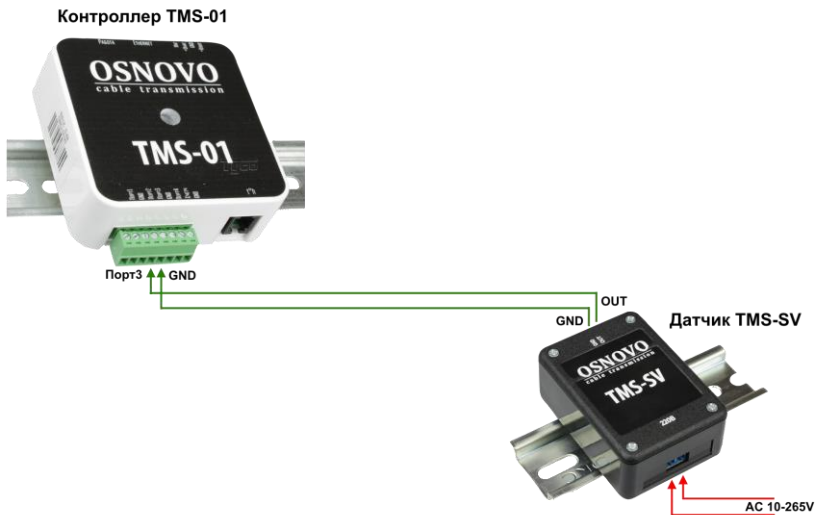

Рис. 7 Подключение датчика измерения напряжения TMS-SV к контроллеру TMS-01\*
- TMS-SV – датчик измерения напряжения (рис. 7).